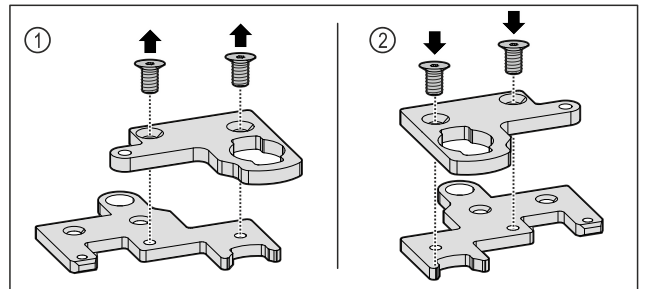

Fig. 35
- Erotta kaksiosaisen saranakulman osat toisistaan. Fig. 35 (1)
- Kokoa kaksiosainen saranakulma 180° käännettynä uudelleen. Fig. 35 (2)